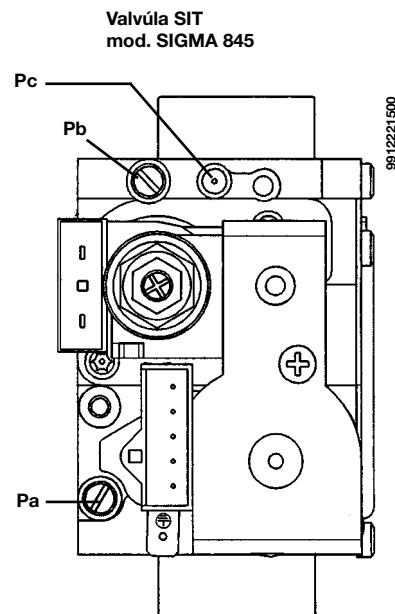
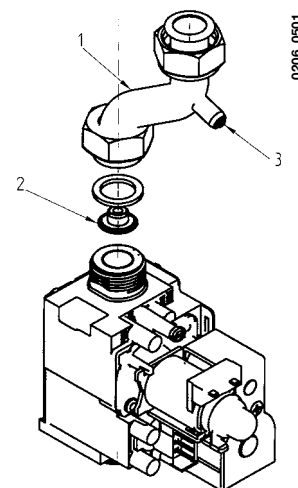

Figura 12a
Figura 12b (24 AIM - 24 AIFM)
- retirar el tubo de alimentación del gas (1 Figura 12b);
- sustituir el inyector diafragma montado en la válvula de gas (2);
- conectar la toma de presión positiva de un manómetro diferencial, posiblemente de agua, a la toma de presión (Pb) de la válvula del gas (figura 12a). Para los modelos 24 AIM - 24 AIFM utilizar la toma de presión (3) del tubo de alimentación de gas. Conectar, sólo para los modelos a cámara estanca, la toma negativa del mismo manómetro a un especial "T" que permite conectar entre ellos la toma de compensación de la caldera, la toma de compensación de la válvula del gas (Pc) y el manómetro mismo. (Se puede efectuar una medición equivalente conectando el manómetro a la toma de presión (Pb) y sin el panel frontal de la cámara estanca);
- controlar que la presión dinámica de alimentación de la caldera, medida en la toma de presión (Pa) de la válvula del gas (figura 12a), sea correcta (28 mbar para el gas butano, 37 mbar para el gas propano o 20 mbar para el gas natural).